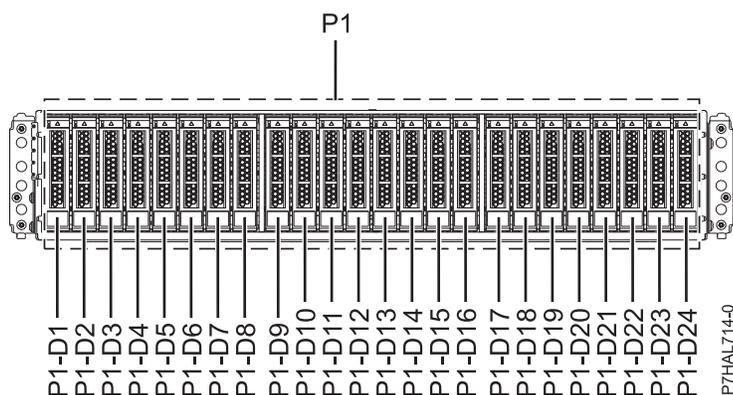
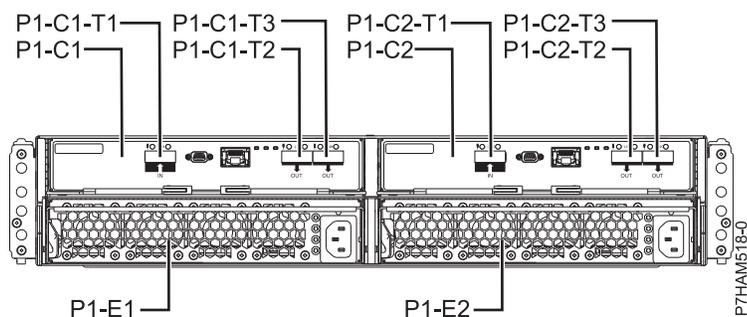

Figure 26. Vue avant du boîtier d'unité de disque 5887 illustrant les emplacements des unités de disque
Figure 27. Vue arrière du boîtier d'unité de disque 5887
3. Identifiez le composant et le boîtier sur lesquels vous souhaitez intervenir. Les emplacements des unités de disque et des unités SSD sont situés à l'avant du boîtier. La figure 26, à la page 28 et la figure 27, à la page 28 montrent les vues avant et arrière du boîtier d'unité de disque 5887 et les